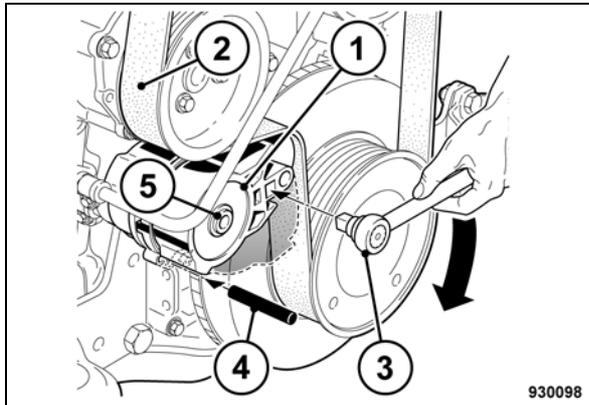

Рис. 183
- Нажимать натяжной ролик (1) (Рис. 183) трещоткой (3) в направлении стрелки, пока стопорный штифт (4) можно будет зафиксировать в монтажном отверстии.
- Сначала снять поликлиновой ремень (2) на самом маленьком ролике.
- Вывинтить крепежный винт (5) и снять натяжной ролик.